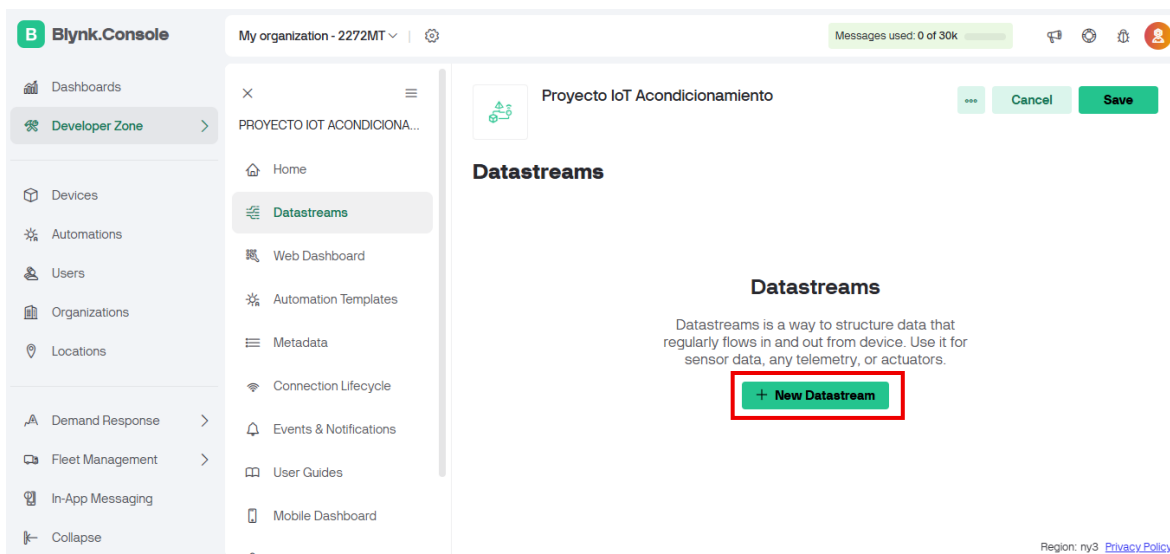

Figura 8.7. Creando un nuevo *Datastream*
4. Adicione un nuevo flujo de datos haciendo *click* sobre el botón “+New Datastreams” (ver figura 8.7)